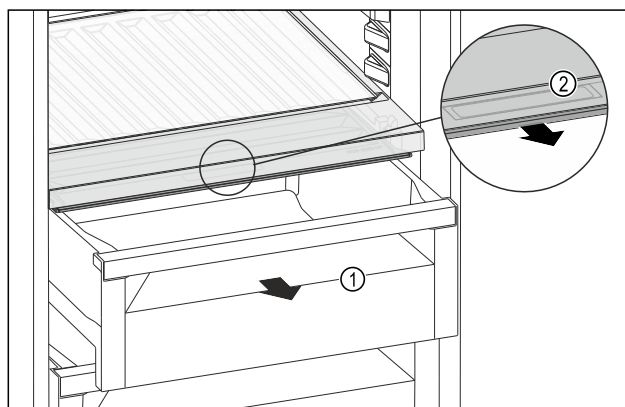

Fig. 97
- Estrarre il cassetto Fig. 97 (1).
- Afferrare la maniglia incassata Fig. 97 (2) sul coperchio dello scomparto e tirare allo stesso tempo in avanti il coperchio dello scomparto.